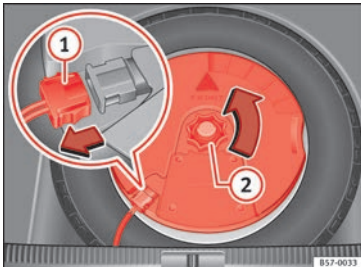

Abb. 242 Im Gepäckraum: Subwoofer ausbauen.
- Klemmen Sie das *Subwoofer*-Lautsprecher-Kabel ab »» **Abb. 242 1**.
- Drehen Sie das Befestigungshandrad entgegen dem Uhrzeigersinn heraus »» **Abb. 242 2**.